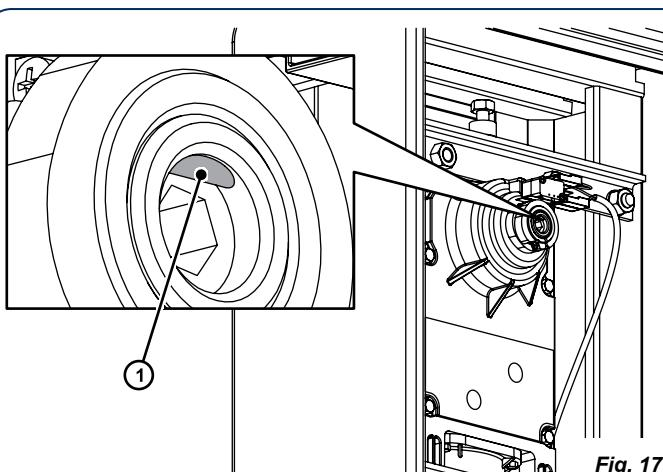

Fig. 17
⚠ La battuta meccanica è costituita da una spina, fig. 17 rif. ①, che non deve essere oltrepassata per non compromettere il funzionamento del sistema.